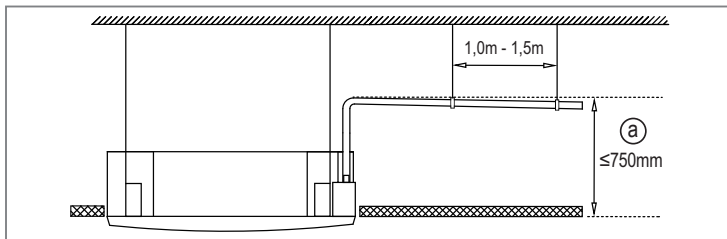

FIG. 22
- Se a saída do tubo de drenagem for mais alta do que a junta da bomba da unidade, utilize um tubo de elevação para a saída de exaustão da unidade interna. O tubo de elevação deve ser instalado a uma altura menor que 750mm em relação ao teto/forro ("a" na Fig. 22). Caso a instalação não seja feita de maneira correta poderá causar retorno de água para a unidade e possível transbordamento (unidade interna "gotejando").